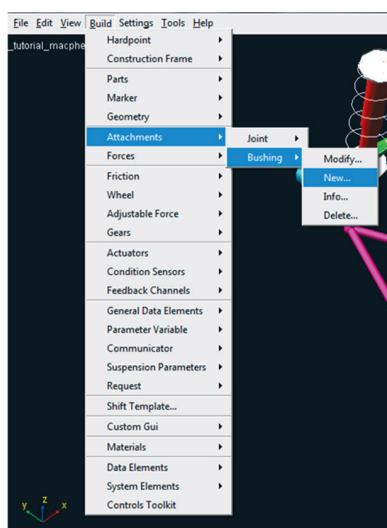

Figura 4.106 – Criando a terceira bucha.
- Para construção da terceira bucha, acesse o menu *Build* → *Attachments* → *Bushing* → *New* (Figura 4.106).